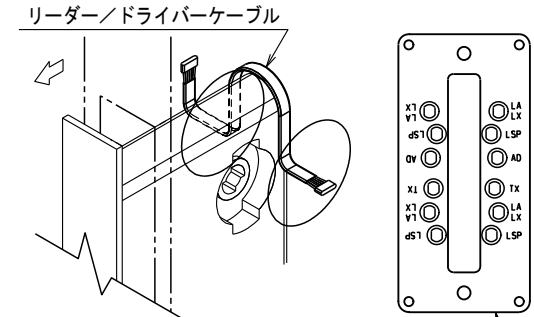

図2)
2. 付属のリーダー/ドライバーケーブルをシリンダー/サムターンの切欠き穴に通します。ケーブルは図2の様に錠前をかわして通してください。うまくケーブルが通らない時は、錠前を扉から一度外して通します。